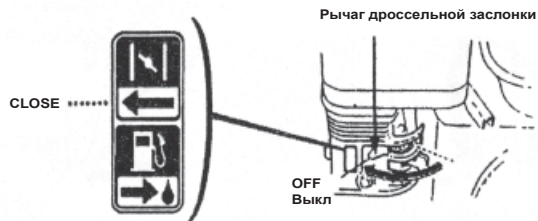

Рис.14
2.Закройте дроссельную заслонку (Установите рычаг в положение «CLOSE» - «Закрыто». (Рис.14).